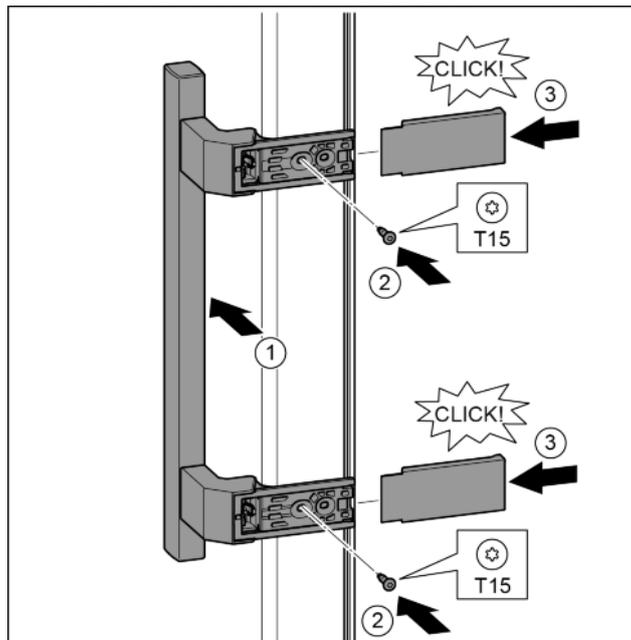

Fig. 32
- ▶ Griff auf der Gegenseite ansetzen. *Fig. 32 (1)*
- ▶ Schrauben mit Schraubendreher T15 festschrauben. *Fig. 32 (2)*
- ▶ Abdeckungen seitlich ansetzen und aufschieben. *Fig. 32 (3)*